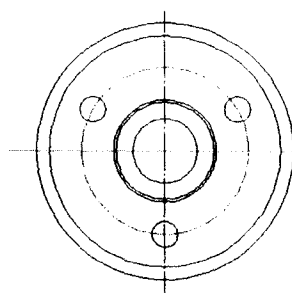

图 1-7
Step 8 阵列圆。单击 按钮, 选择上图中的小圆为阵列对象, 项目总数为 3, 如图 1-7 所示。